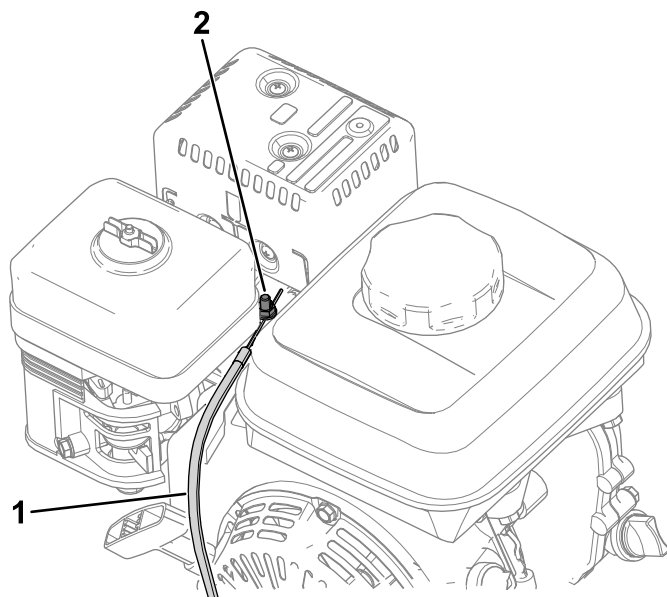

Figura 39
4. Slăbiți urubul de pe clema conductei de cablu (Figura 39).